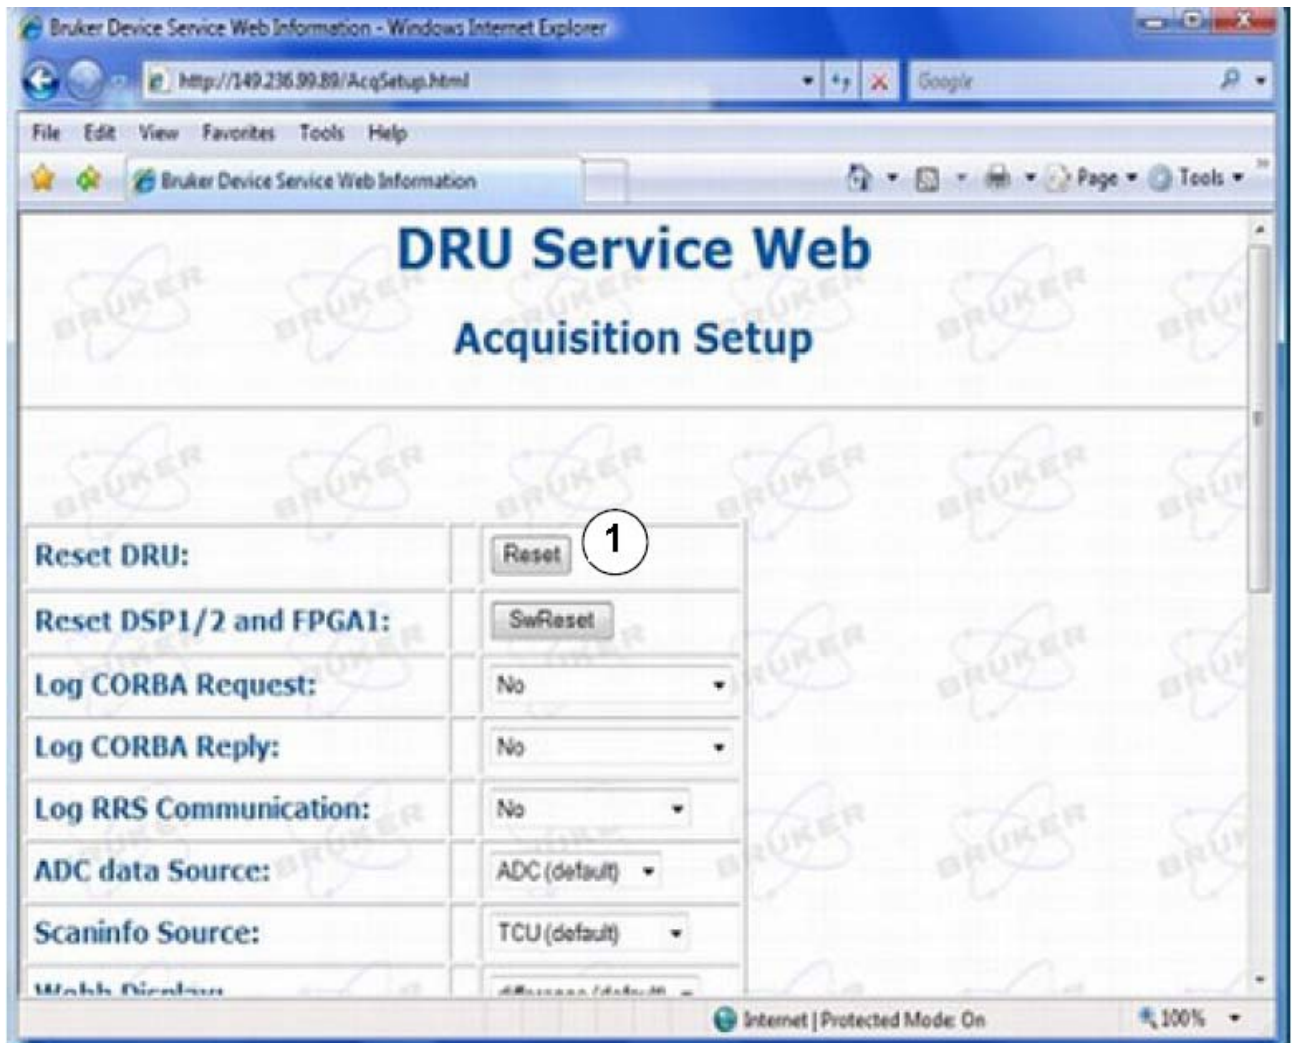

Figura 12.4: Página de información de la Web de servicio de dispositivos de Bruker
1. Presione el botón “**Open**” de la unidad receptor digital (Digital Receiver Unit) para acceder a este dispositivo. Seleccione el servicio Web DRU, Configuración de dispositivo (Device setup) y configuración de adquisición (acquisition setup) para abrir la ventana que se muestra en la Figura 12.4. Presione el botón Reiniciar (Reset) para reiniciar la Unidad receptora digital.